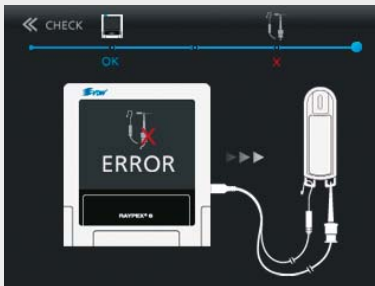

Fig. 35 ERROR för tillbehören
- Kabeltestet startar automatiskt, och resultaten – antiken OK (fig. 34) eller ERROR (fig. 35) – visas på displayen.